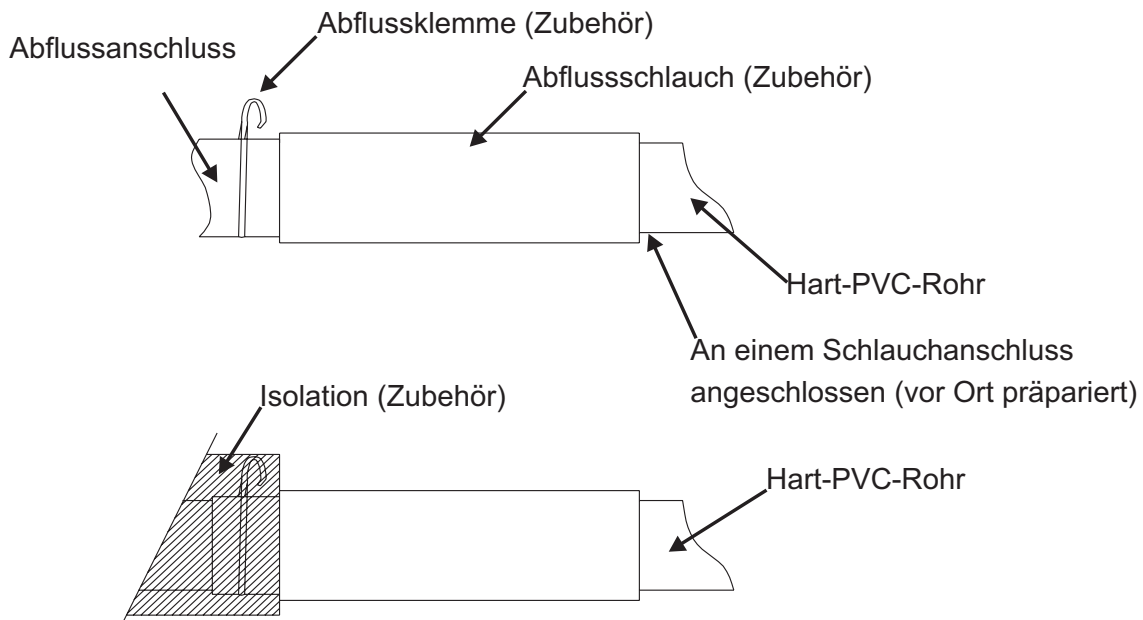

Abb.12
3. Führen Sie den Abflussschlauch ein, bis er gut an der Abflussmündung angeschlossen ist und schließen Sie die Schlauchklemme (Zubehör) fest zu (Abb. 12).
4. Nachdem Sie den Abfluss geprüft haben, umwickeln Sie den Abflussschlauch mit der Isolierung und den Klemmen (Zubehör) . (Abb.12)